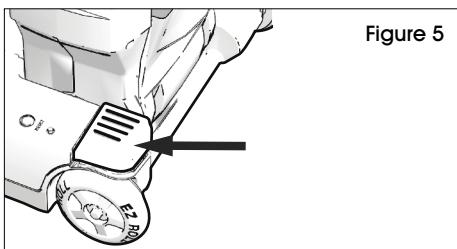

Figure 5
1. Avec la pointe du pied, appuyez sur la partie gauche de la pédale de dégagement de la poignée située sur le côté arrière gauche de l'aspirateur. Déplacez la poignée et réglez-la à la hauteur désirée. L'appareil peut être placé complètement à plat pour nettoyer sous les meubles bas. (Voir Figure 5)